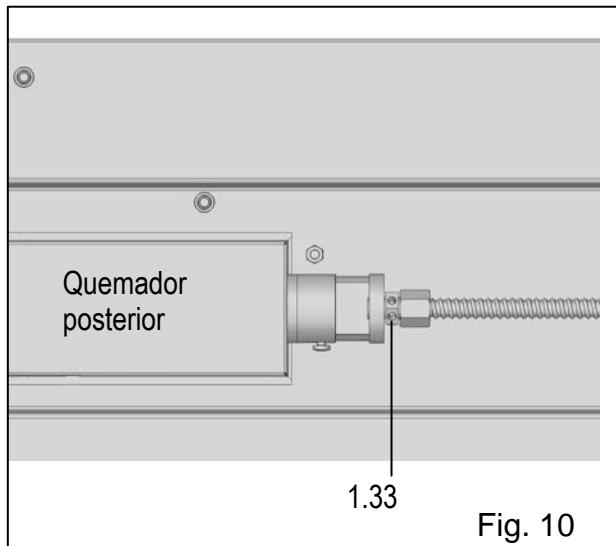

Fig. 10
**Asegúrese de que está utilizando el orificio correcto, marcado como "1,33". (Fig. 10)**